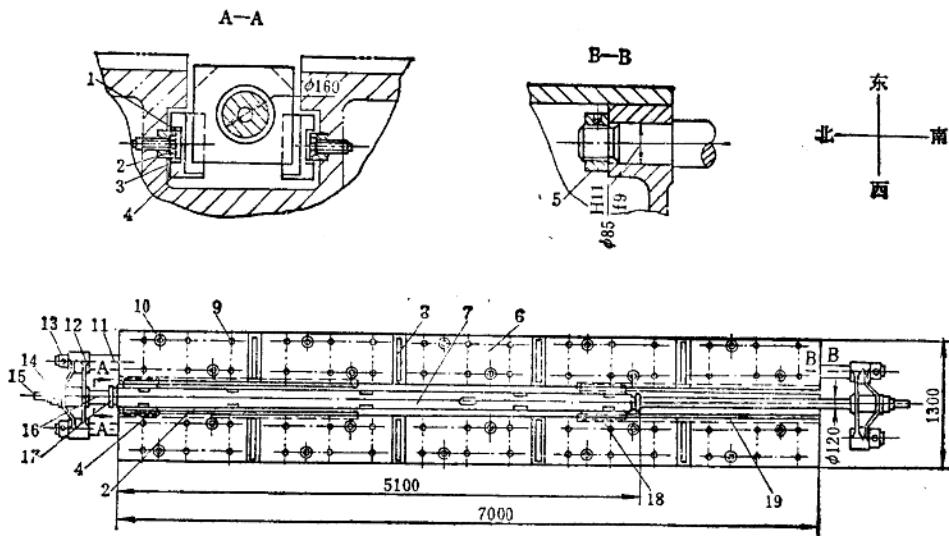

图13-2-24 移动缸及滑板的拆卸
8) 移动缸及滑板的拆卸：如图 13-2-24 所示。先拆两端的移动缸柱塞，为此须先拆进水管 15